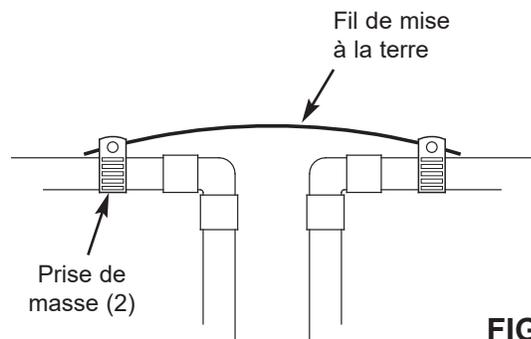

FIG. 10
- a. Reliez les sections enlevées de la conduite d'eau principale avec un fil de cuivre de calibre 4, fixé solidement à chaque extrémité (cf. Figure 10). Pièces non comprises.